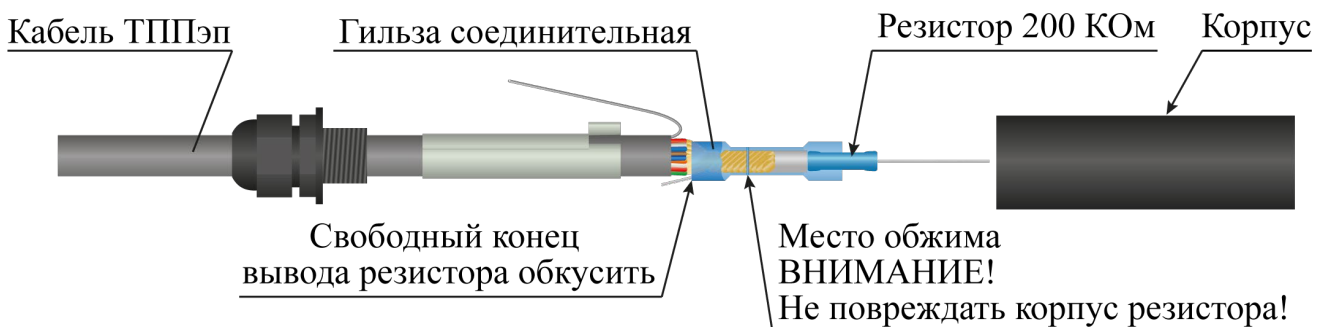

Рисунок 4.8
- гильзу обжать с помощью специального инструмента (рекомендуется применять клещи обжимные КО-01) со стороны кабеля ТППЭп, не повреждая корпус резистора (рисунок 4.8);